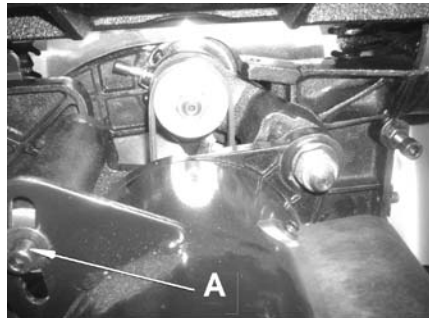

Рис. 30
2. Ослабьте шестигранные гайки, которые крепят двигатель (А, Рис. 30), и полностью поднимите двигатель,